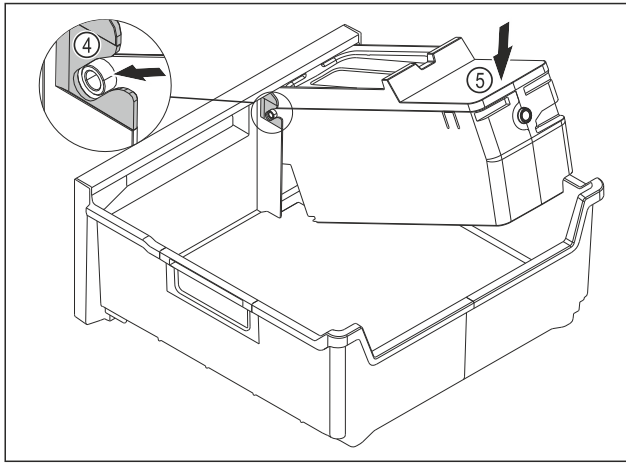

Fig. 149
- EasyTwist-Ice-rungon asennus: Työnnä EasyTwist-Ice-rungon akselit ohjaimiin Fig. 149 (4).
- Paina EasyTwist-Ice-runkoa Fig. 149 (5) takaa alaspäin.